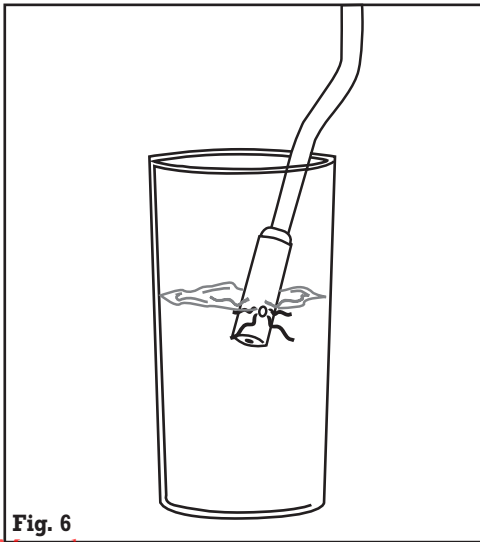

Fig. 6
- Después de 5 segundos aproximadamente, introduzca el tubo en el recipiente con leche, abra el mando de vapor y mantenga el nivel de la leche a la altura del orificio de vapor (fig. 6).